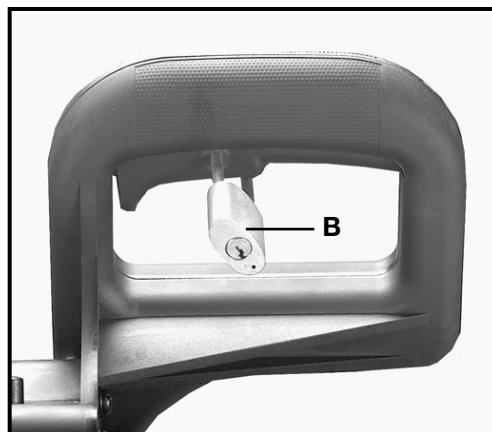

Fig. 11
**IMPORTANT :** L'interrupteur doit être verrouillé à la position «OFF» (ARRÊT) à l'aide d'un cadenas (B) fig. 11 comportant un arceau de 3/16 po de diamètre pour empêcher l'emploi non autorisé de la scie.